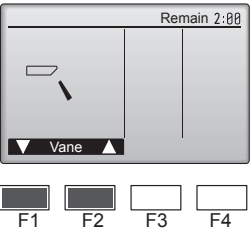

Abb. 7-4
- (2) Drücken Sie die [AUSWAHL]-Taste, um den Vane-Bedienbildschirm aufzurufen, und prüfen Sie dann mit Tasten [F1] und [F2] die automatische Flügelbewegung. (Abb. 7-4)